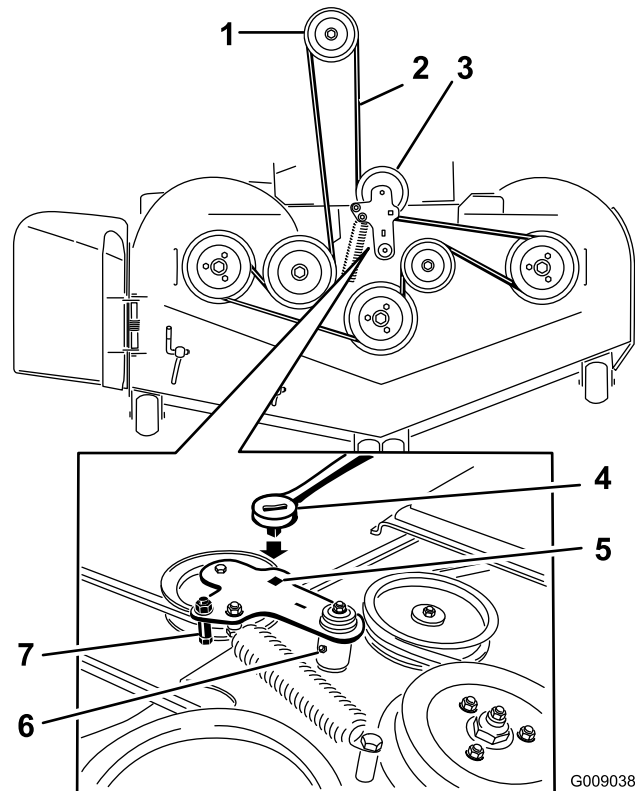

Bild 78
5. Setzen Sie eine Ratsche in das rechteckige Loch im Spannarm ein, um die Spannung an der Spannscheibenfeder zu lösen (Bild 78).
7. Nehmen Sie die Riemenschutzvorrichtung am gefederten Spannarm ab, wie in Bild 78 dargestellt.
9. Verlegen Sie den neuen Riemen um die Mähwerk- und Bremsspannscheiben unter dem Motor (Bild 78).
10. Nehmen Sie die Riemenführung am Spannarm ab, wie in Bild 78 dargestellt.
11. Setzen Sie die Spannscheibenfeder mit der Ratsche im rechteckigen Loch ein (Bild 78).